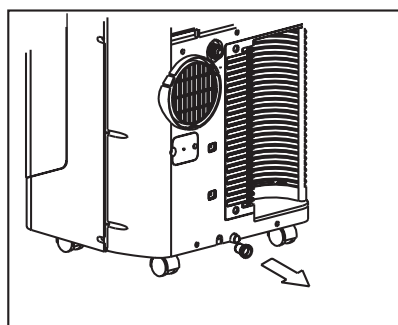

Fig. 25
Con cuidado, traslade la unidad a la zona de drenaje, abra el tapón de drenaje inferior y deje que salga el agua. (Fig. 25). Reinicie la máquina hasta que desaparezca el símbolo "P1". Si el error persiste, llame al servicio técnico.
- Retire el tapón de la salida inferior y se drenará toda el agua de la bandeja inferior. (Véase fig.25).